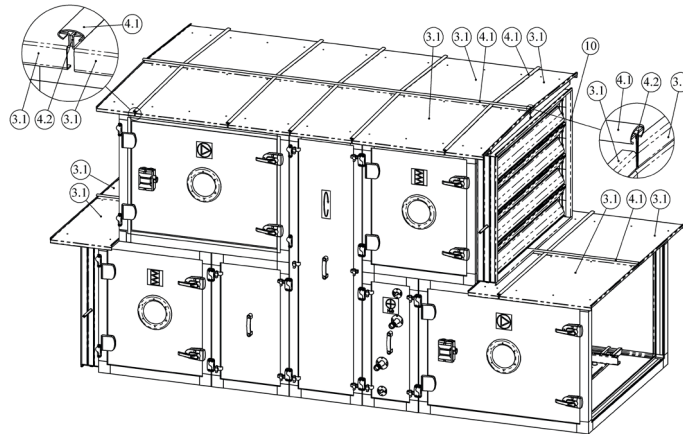

Abb. 5.4
5. Passen Sie die Abschnitte einer bestimmten Breite des Daches mit dem gleichen Abstand des Rahmens an. Dichtungstreifen zwischen zwei Segmenten auftragen. Dichtungsgummi wird nur auf die Seitenfläche eines Segments aufgetragen. Die Segmente werden mit dem C-Profil verbunden und mit selbstschneidenden Schrauben von 4,8 x 19 DIN 7504K am Rahmen befestigt (siehe Abbildung 5.4).
6. Um das erste Deck des Geräts abzudecken, befestigen Sie die Segmente 3.1 direkt am Gerät, ohne den Rahmen zu halten (siehe Abbildung 5.4).